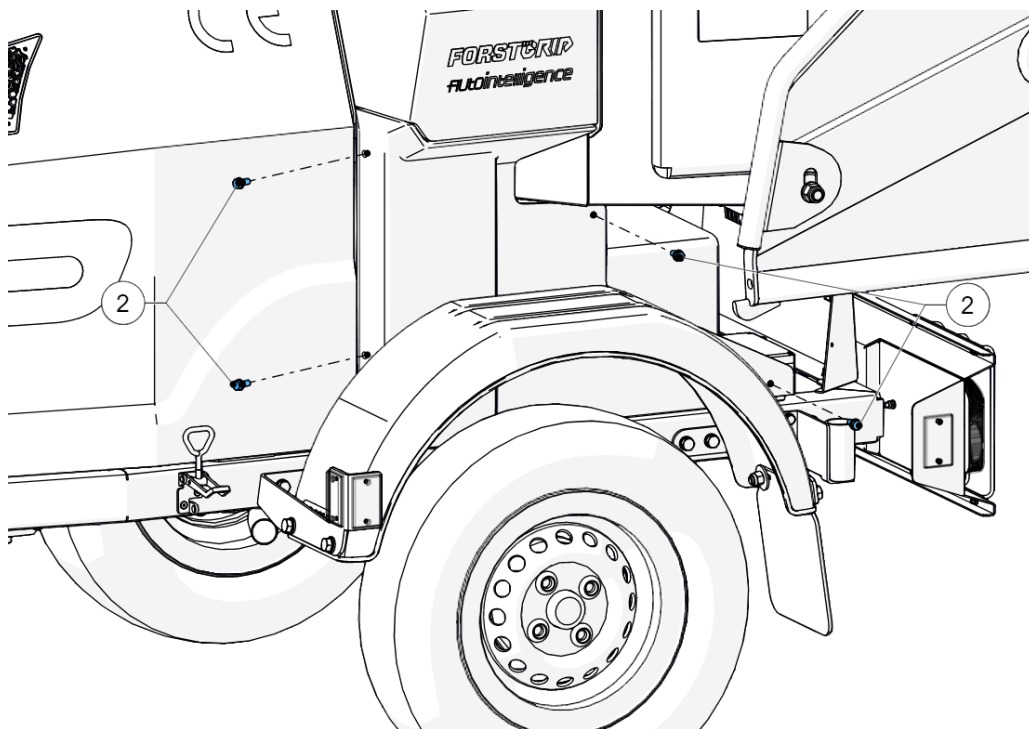

Abbildung 51 - Schrauben entfernen
3. Entfernen Sie die Schrauben, mit denen die Seitenverkleidung befestigt ist (2, Abbildung 51).